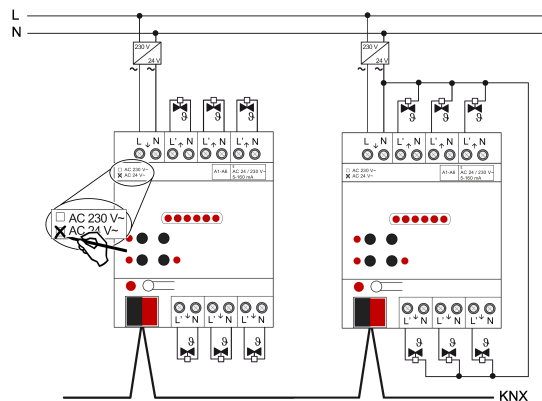

Bild 4: Anschluss für Stellantriebe AC 24 V
- Stellantriebe AC 24 V gemäß Anschlussplan (siehe Bild 4) anschließen. Es ist möglich, die Stellantriebe entweder jeweils einzeln und direkt mit den Klemmen der Ausgänge des Heizungsaktors (Anschlussbeispiel links) oder alternativ über einen gemeinsamen Leiter zu verbinden (Anschlussbeispiel rechts).